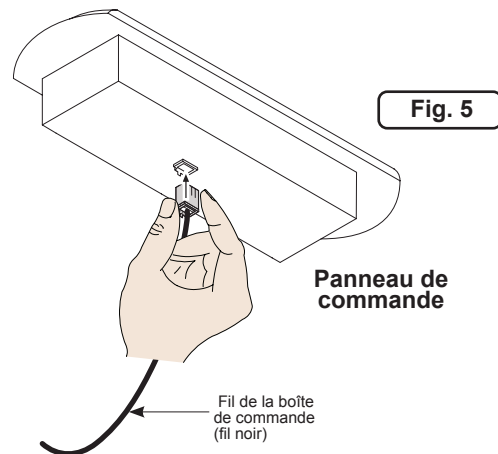

Fig. 5
1. Insérez le connecteur de fil à l'arrière du panneau de commande (Figure 5).